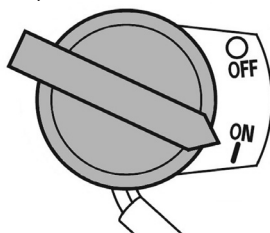

Рис. 21. Выключатель зажигания
5. Выключатель зажигания переведите в положение «ON» (Включено) (Рис. 21).
При возникновении аварийной ситуации, для экстренной остановки двигателя мотопомпы переведите выключатель зажигания в положение «OFF» (ВЫКЛЮЧЕНО) (Рис. 21).
3. Переведите выключатель зажигания в положение «OFF» (ВЫКЛЮЧЕНО) (Рис. 21).